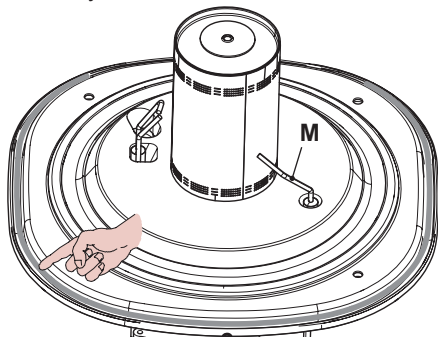
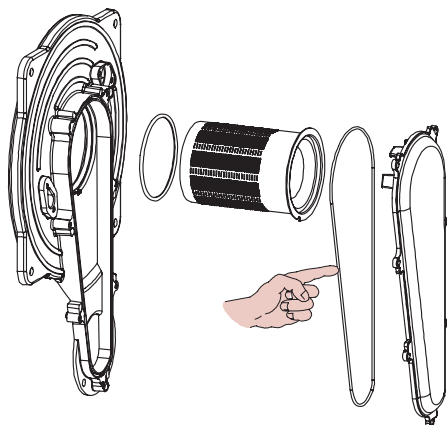

Рисунок 9.8
Рисунок 9.9
- Силиконовая прокладка передней стенки камеры сгорания (Рисунок 9.8) и прокладка крышки воздуховода/газопровода (Рисунок 9.9) должны заменяться в случае повреждения и, в любом случае, каждые 2 года.
- Электрод обнаружения **M**, см. Рисунок 9.8 также выполняет роль датчика соответствующего слива конденсата. Если данный электрод соприкасается